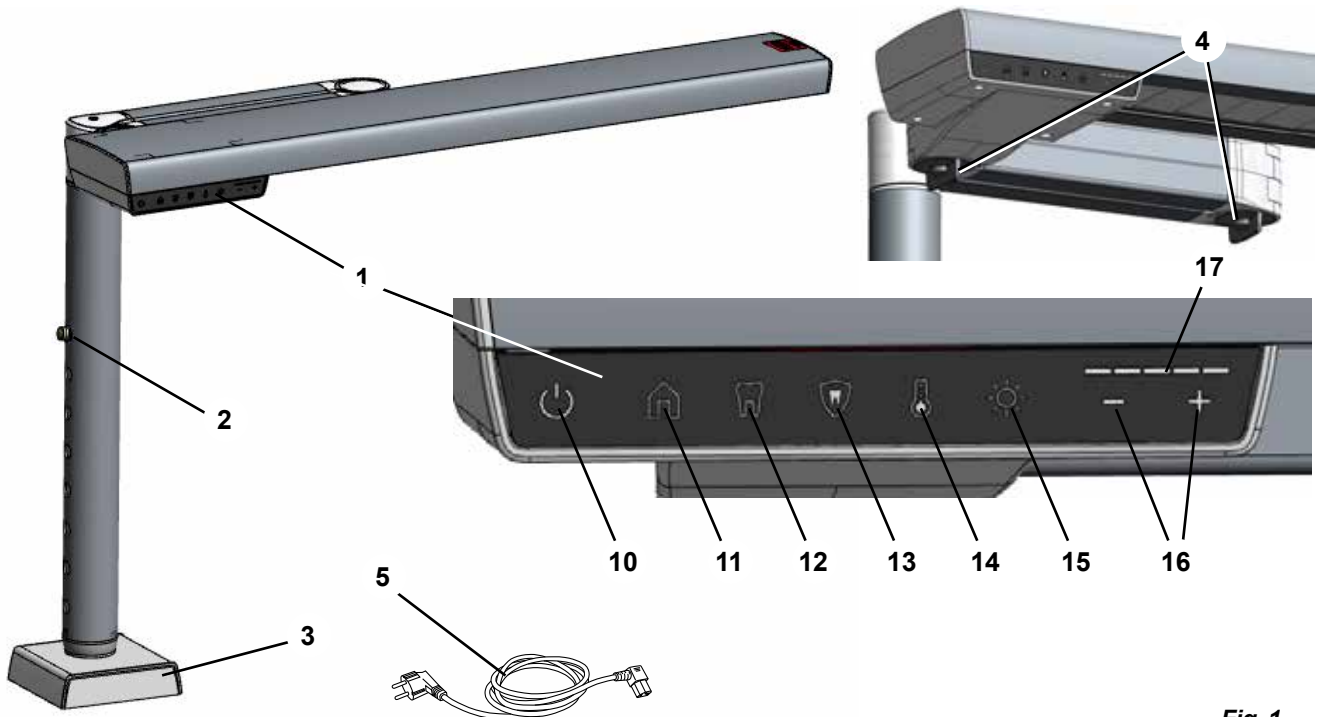

Fig. 1
⇒ Apăsați piedica de corecție a înălțimii (2, fig. 1) și extrageți tubul interior de pe soclu până la poziția maximă.
i Pentru a determina locul de fixare adecvat, desfaceți piedica articulației (4, fig. 1) și verificați dacă puteți mișca lampa de lucru în poziția optimă descrisă mai sus (cap. 4.2.1).
- ◆ Tasta Luminozitate (15, fig. 1) se aprinde.
- ◆ Valoarea actuală a luminozității este indicată în afișajul intensității (17, fig. 1).